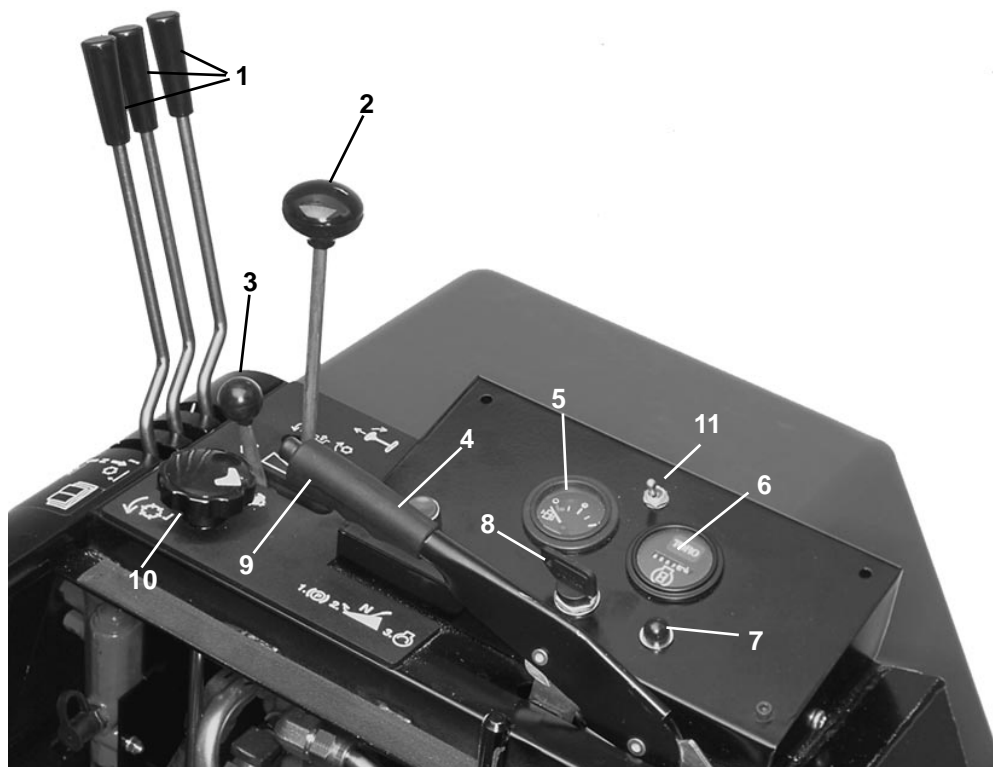

Fig. 12
Løftehåndtag for klippeenheder (Fig. 12)—De to yderste håndtag løfter og sænker de to yderste klippeenheder. Det midterste håndtag løfter og sænker de to forreste klippeenheder og den midterste klippeenhed. Motoren skal være i gang for at man kan sænke klippeenhederne. Når klippeenhederne løftes, standser knivcylindrene automatisk. Man må ikke lade håndtagene gå for hurtigt tilbage til frigear, da klippeenhederne ellers ikke kan flyde frit.
Tværklipningsled (Fig. 12)—Bruges sammen med midterste klippeenheds løftehåndtag og klipning/baglapningshåndtaget, når græsset skal klippes på tværs.
Kølevæsketemperaturmåler (Fig. 12)—Viser temperaturen af systemets kølevæske.
Motorbypass-knap (Fig. 12)—Når der trykkes på denne knap, kan motoren køres, efter den er blevet overophedet og når den automatisk er blevet standset af det elektriske sikkerhedssystem. Må kun bruges i korte perioder.
Brændstofmåler (Fig. 12)—Viser hvor meget brændstof der er i tanken.
Timetæller (Fig. 12)—Registrerer det totale antal timer, motoren har været i brug. **Bemærk:** Streger, der går rundt i det lille vindue i målerens venstre side, angiver, at timetælleren fungerer.
Motorforvarmningslampe (Fig. 12)—Lysér stærkt, når gløderørene er opvarmet tilstrækkeligt.
Tændingskontakt (Fig. 12)—Denne kontakt har tre stillinger: AFBRUDT (OFF), TILSLUTTET (ON) og START. Tændingsnøglen drejes til START og slippes, så snart motoren begynder at gå. Motoren standses ved at dreje nøglen til AFBRUDT (OFF).
Parkeringsbremse (Fig. 12)—Træk håndtaget op for lås bremsen. Bremsen udløses ved at trække op i håndtaget, trykke på knappen og sænke det. Bremsen skal tilkobles for at man kan starte motoren. Parkeringsbremsen skal altid
Klippe/baglapningshåndtag (Fig. 12)—Håndtaget føres fremad for at tilkoble klippeenhederne. Håndtaget føres til midten for at standse klippeenhederne. Klippeenhederne baglappes ved at løfte håndtaget over stoppet og holde det i bageste stilling.
Knivcylinderhastighedsregulator (Fig. 12)—Drej knappen med uret for at øge knivcylinderhastigheden, mod uret for at mindske den. Bruges sammen med kørehastighedsbegrænseren for at få en hensigtsmæssig græsklipningshastighed.
Gasregulator (Fig. 12)—Føres fremad for at øge motorhastigheden og tilbage for at mindske den.
Kontakt for 4-hjulstræk (Fig. 12)—(kun model med 4-hjulstræk) Kontakten føres fremad for at tilkoble 4-hjulstrækket. Kontakten føres til bageste stilling for at frakoble 4-hjulstrækket.
1. Sid på sædet, og hold foden væk fra manøvrepedalen. Sørg for, at parkeringsbremsen er aktiveret (Fig. 12). Manøvrepedalen og klippe/baglapningshåndtaget skal være i fristilling (neutral).
Start motoren og sæt gasregulatoren på HURTIGT, så motoren kører med maksimal hastighed. Sæt klippe/baglapningshåndtaget i KLIPPE-stilling (MOW) (Fig. 12). Knivcylindrene drejer nu. Udløs håndbremsen. Hvis man ønsker at køre fremad og klippe græs, skal man trykke manøvrepedalen fremad. Man skal opretholde manøvrepedalens kontakt med kørehastighedsbegrænseren for at sikre konsekvent græsklipning og klippekvalitet.